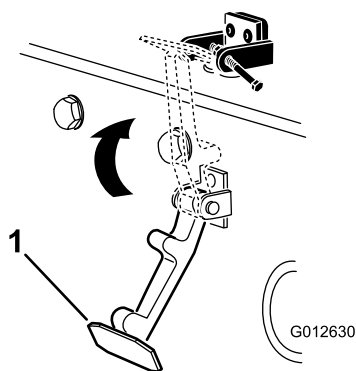

Рисунок 17
6. Введите защелку в зацепление с кронштейном защелки капота (Рисунок 17).